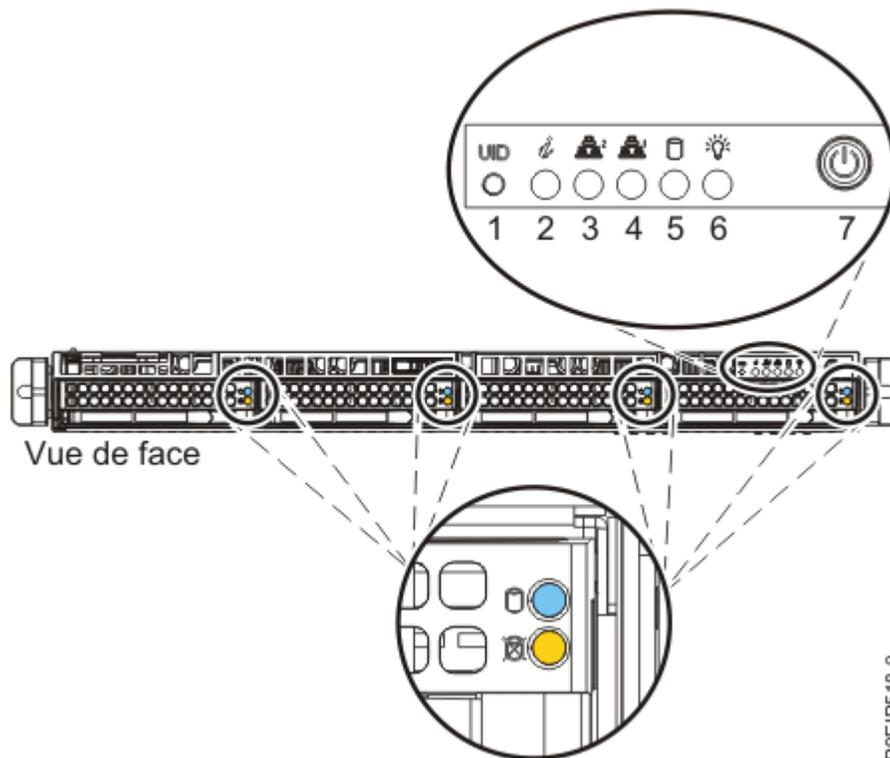

Figure 68. Interrupteur d'alimentation du système 7063-CR1
2. Appuyez sur le bouton d'alimentation **(7)** illustré dans la Figure 68, à la page 84.